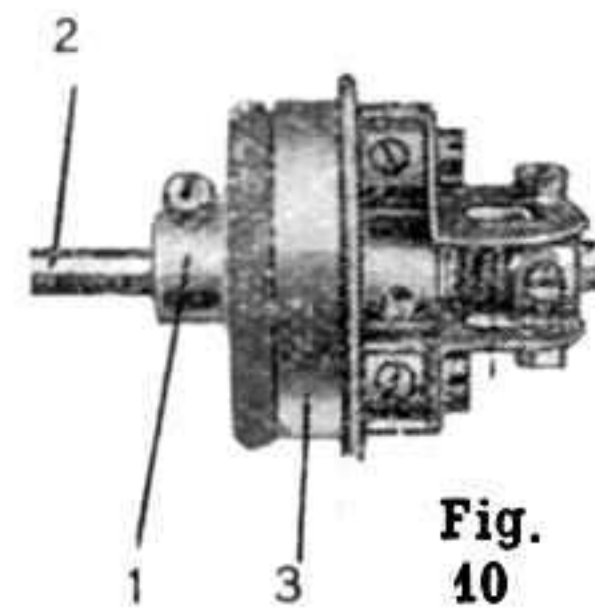

Fig. 10
L'embrayage à friction compris dans le super-modèle de Châssis Automobile Meccano (feuille d'instructions spéciale N^o 1) offre un exemple de l'emploi principal de l'Anneau de Caoutchouc de 15 mm. (pièce N^o 155). Cet embrayage est reproduit ici sur la Fig. 10, qui montre la position de l'Anneau dans la gorge d'une Poulie de 25 mm (1) fixée à la Tringle 2 pour former une section de l'embrayage. La section opposée de l'embrayage (une Roue à Boudin de 28 mm. (3) peut être poussée au moyen d'une pédale contre l'Anneau en Caoutchouc qui, avec la Poulie 1, est continuellement mû par le moteur. Parmi les autres applications de cette pièce on peut citer son emploi comme amortisseur de chocs dans divers mécanismes.